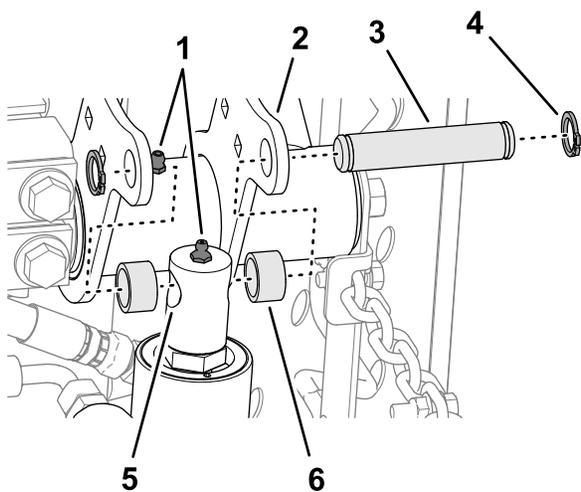

Рисунок 15
4. Медленно переместите шток гидроцилиндра подъема так, чтобы он совместился с отверстиями во фланцах правого подъемного рычага (Рисунок 15).
- Установите шток на фланцы с помощью монтажного штифта, 2 проставок и 2 стопорных колец (Рисунок 15).
- Заправьте консистентной смазкой № 2 на литевой основе масленки на подъемном рычаге и гидроцилиндре (Рисунок 15).
1. Совместите отверстия в пластинах задней несущей рамы с отверстиями в монтажных пластинах режущего блока (Рисунок 15).